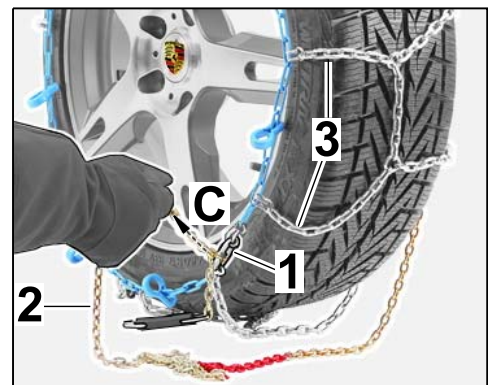

Bild 14
- 3.1.4 Kettenglied an der Verschlussplatte aushängen und Spannkette durch Verschlussplatte ziehen (⇒ *Bild 14-C*-).